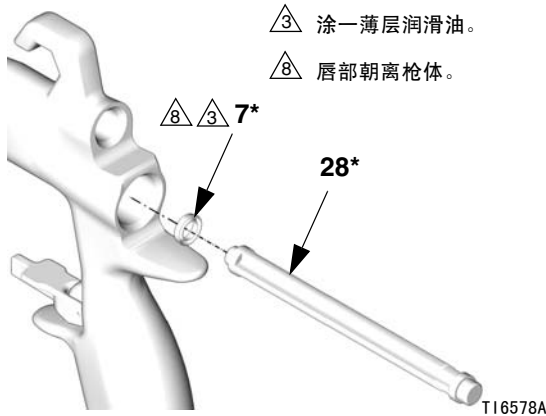

图 41
3. 将新的 U 形杯 ( 7\* ) 放在密封安装工具 ( 28\* ) 上, U 形杯的唇部应朝向工具, 如图 41 所示。将 U 形杯推入喷枪的后部, 直至感觉到肯定卡住为止。